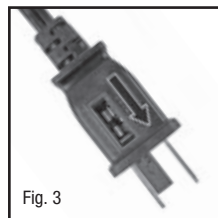

Fig. 3
- Pour accéder au fusible grillé, faites coulisser le volet qui se trouve sur le côté de la fiche. Faites glisser le volet vers l'extérieur jusqu'à ce que le fusible grillé soit totalement visible (fig. 3).